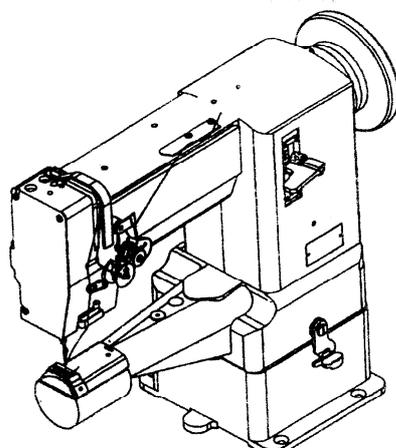

Fig.8
9. Enfilage : (Fig. 8) _____	- 5 -
9. Enfilage : (Fig. 8)
Positionner la barre aiguille à son point le plus haut et enfiler le fil supérieur suivant la fig. 8 :